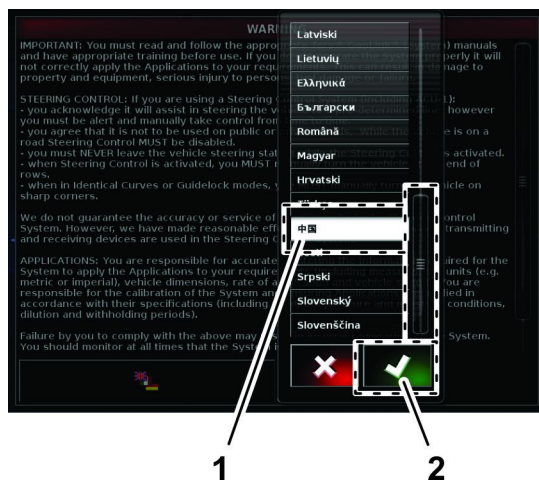

图 15
2. 在语言选择对话框中导航至您的首选语言从列表中选中然后按 YES 是图标图 15。